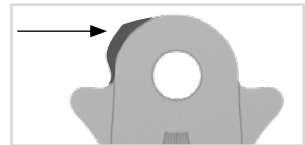
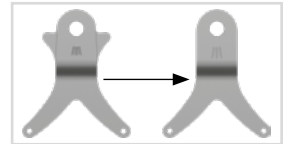

Fig. 30
Fig. 32
Dersom du ikke har behov for andre ombyggingsalternativer, kan du file nesene helt bort langs den lodrette linjen (fig. 32).
- 1 Fil systemfotbøylen langs laserlinjen (fig. 30).
- 1 Fil systemfotbøylen til **NEURO CLASSIC-SWING** langs laserlinjen (fig. 30). Du kan file bort nesene på den loddrette laserlinjene komplett på systemfotbøylen til **NEURO SWING-CLASSIC** (fig. 32). Dette har kun optiske formål – funksjonen opprettholdes selv uten at nesene files bort.